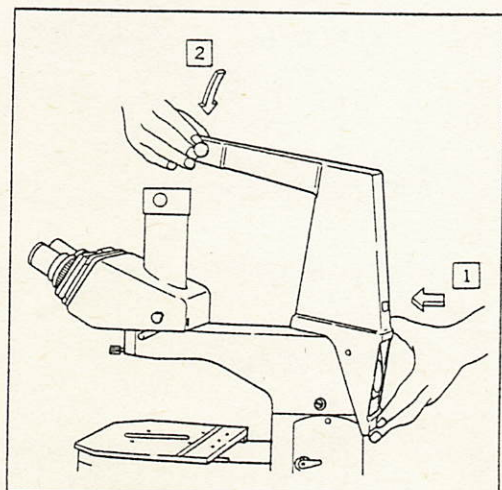

図 9
- 2) 写真支柱を高輝度光源装置取付けアリに図9の矢印のようにかぶせるようにし、クランプねじでスタンド背面に固定します。